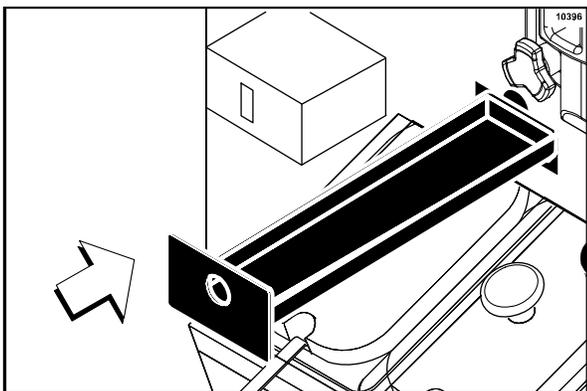

Figura 141
16. Introduzca la bandeja de goteo larga en el agujero del panel delantero, encima de los surtidores de aderezos de jarabe. (Vea la figura 141).